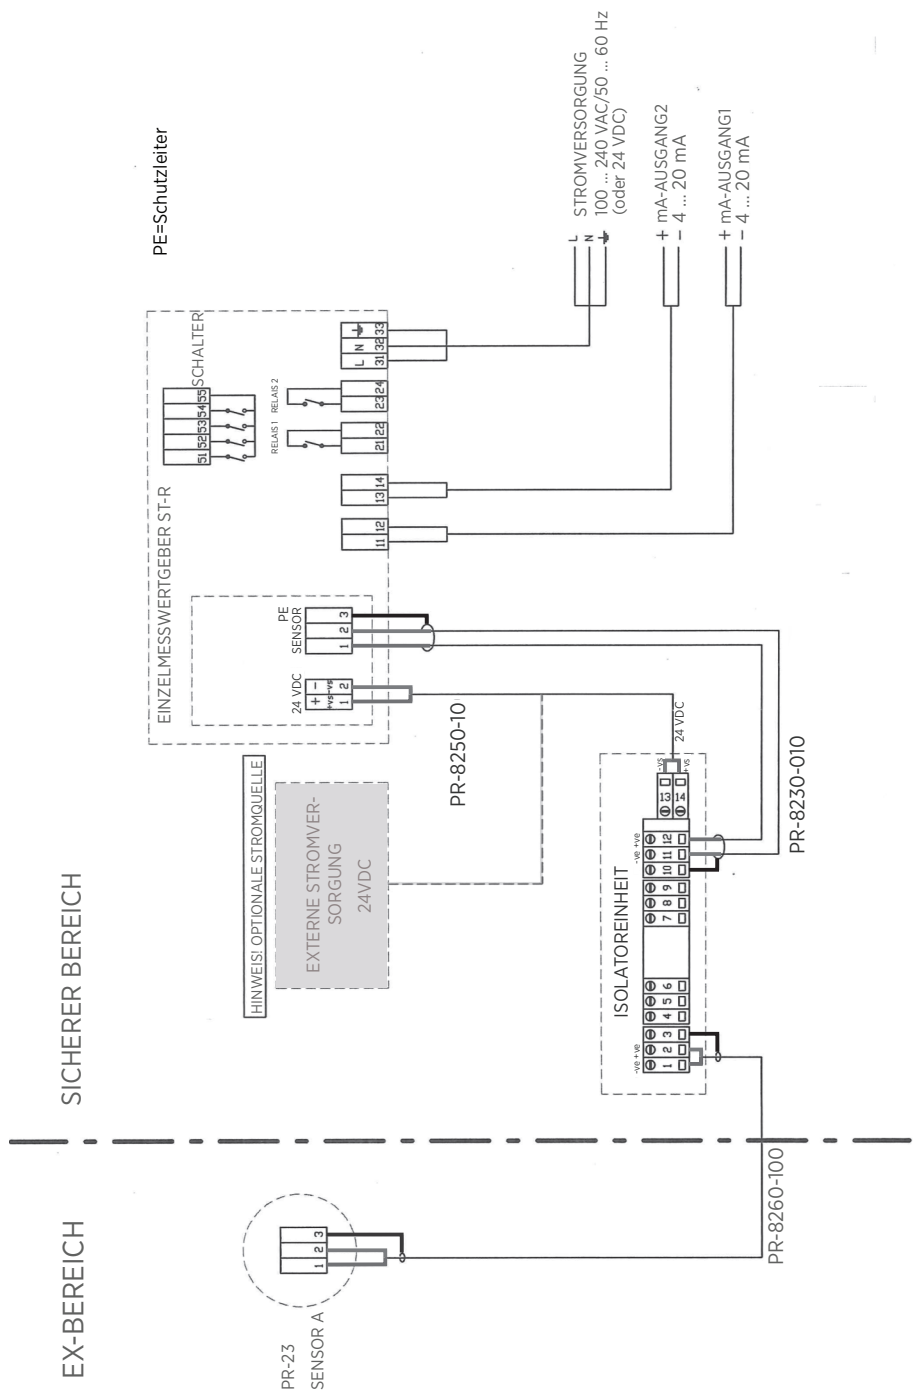
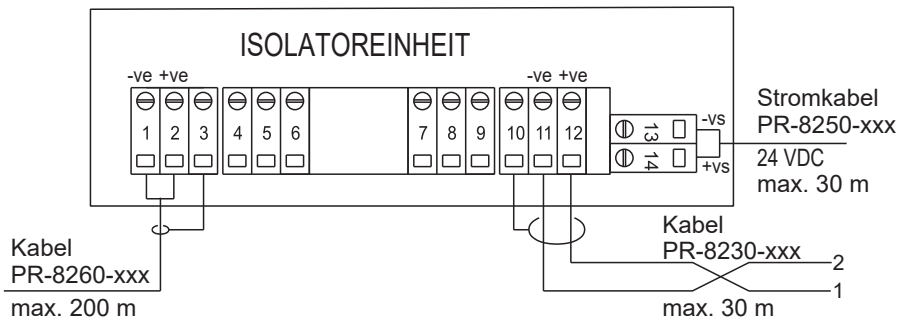

Abbildung 87 Eigensichere Verdrahtung für PR-23...-IA/-CI/-JI/-RI gemäß WRG-362
Abbildung 89 Verdrahtung der Isolatoreinheit
- Eigensicheres Kabel zwischen Isolatoreinheit und Sensor (Teilenummer PR-8260-xxx, xxx ist die Kabellänge in Meter). Die maximale Länge beträgt 200 m. Zu Kabelverbindungen siehe Abbildung 87 \(Seite 176\) und Abbildung 89 \(Seite 179\).